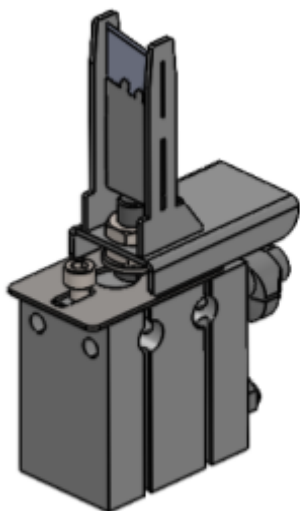

Figura 12
Paso 6: Deslice una cuchilla nueva en el soporte y sujete la placa de fijación hacia arriba para mantener la cuchilla en su posición. Vuelva a girar el soporte de cuchilla de nuevo en el cilindro (figura 12 y paso 4) y la cuchilla se fijará.